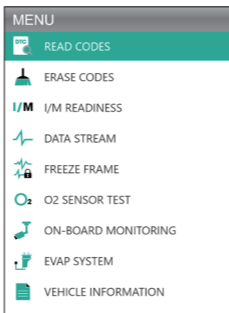

図 3.2.2
2. DTC を検索したい場合、[コードの読み取り] (図 3.2.2 を参照) を選択して、[OK] を押してください。スキャンツールは ECU と通信し、DTC を表示させます。